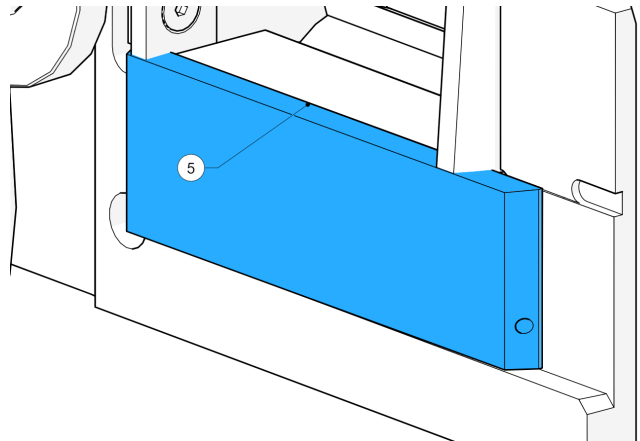

Abbildung 65 - Amboss auf Grundplatte
14. Führen Sie den Amboss seitlich in die Häckselkammer ein und achten Sie darauf, dass der Amboss fest auf der Grundplatte sitzt (5, Abbildung 65).